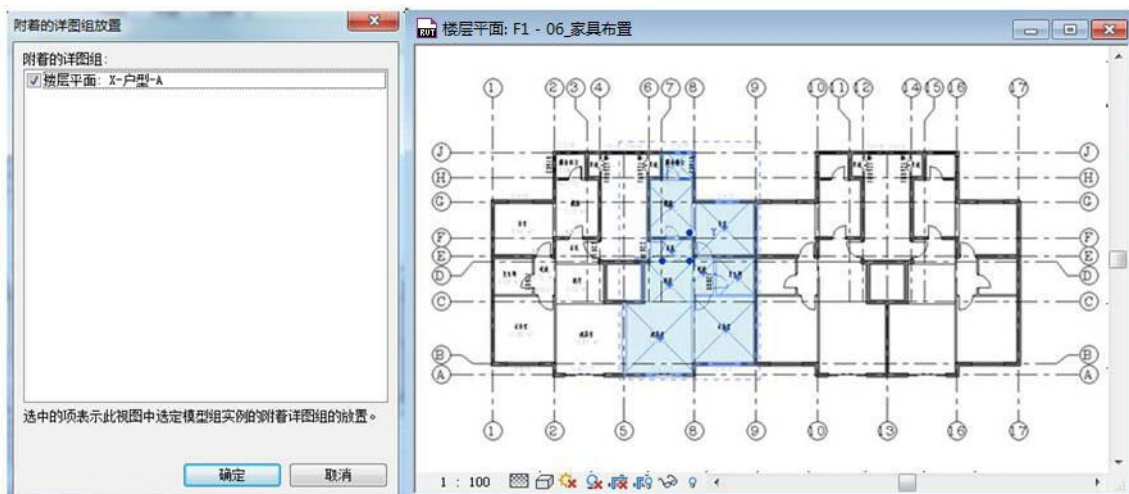

图 3-14
- 14) 选择 5-9 轴之间的单元组，单击“修改 模型组”上下文选项卡 >“成组”面板>“附着的详图组”工具，在弹出的“附着的详图组放置”对话框中勾选“楼层平面：X-户型-A”，并确定，观察视图中组已添加了相关的注释图元（如图 3-14 所示）。